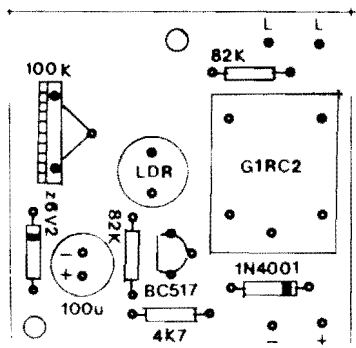

Fig.4
- **FIG. 4 - "CHAPEADO DA MONTAGEM** - Com o Impresso pronto e conferido, o Leitor/Hobbysta pode passar à inserção e soldagem das peças, guiando-se pelo "chapeado", que mostra (ainda em tamanho natural...) o lado não cobreado da placa, com todos os componentes devidamente estilizados, claras indicações dos seus códigos, valores, polaridades e outros dados visualmente importantes... Atenção à colocação das peças **polarizadas**, quais sejam: o BC517 (lado chato voltado para o resistor de 82K...), os dois diodos (zener e comum), com suas extremidades de **ca todo** nitidamente marcadas pelas faixas ou anéis em cor contrastante, e o capacitor eletrolítico (também com a polaridade de seus terminais claramente indicada na figura e no próprio corpo do componente...). O relé também tem posição única e certa para inserção e ligação, porém, no caso, a própria "assimetria" dos pinos evita que sejam "enfiados" em "buracos errados"... Se, contudo, o Leitor/Hobbysta estiver utilizando **outro** relé, que não o especificamente sugerido na LISTA DE PEÇAS (embora eletricamente equivalente...), eventualmente poderá ser necessária uma modificação na disposição de ilhas e pistas respectivas, no traçado do Impresso, de modo a adequar as condições puramente mecânicas de ligação... Finalmente, quanto aos resistores comuns, cuidado para não inverter seus valores em função das po-